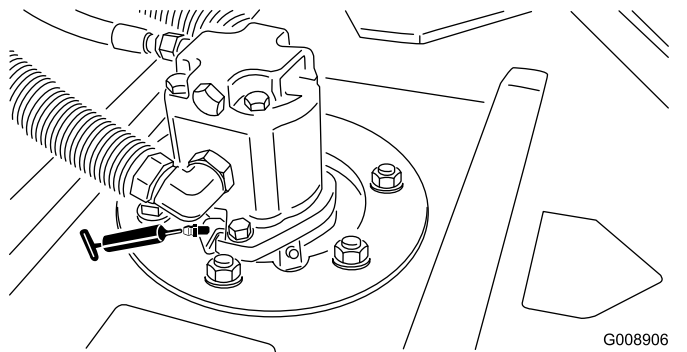

図 45
- カuttingユニットのスピンドルシャフトのベアリングユニットあたり2ヶ所(図 45)